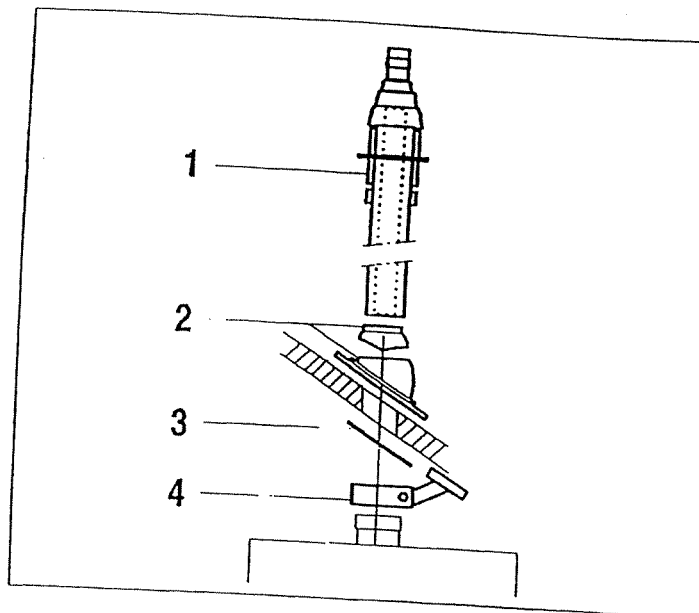

Fig. 12 Montaggio elemento per il passaggio dei gas di scarico dal tetto, con tetto a spiovente
- ◆ Togliere la tegola e praticare, nel tetto, un foro del diametro di 105-110 mm. Applicare una tegola universale con cappuccio per pioggia (Fig. 12, punto 2).
- ◆ Inserire in quest'ultima, dall'alto, l'elemento per il passaggio dei gas di scarico dal tetto (Fig. 12, punto 1) fino al punto di arresto.
- ◆ Con una livella a bolla d'aria, controllare che detto elemento sia verticale, quindi avvitarlo lo sportello interno a due pezzi (Fig. 12, punto 3).
- ◆ Spingere dal basso la fascetta di fissaggio (Fig. 12, punto 4) sull'elemento per il passaggio dei gas di scarico dal tetto, ed avvitare.